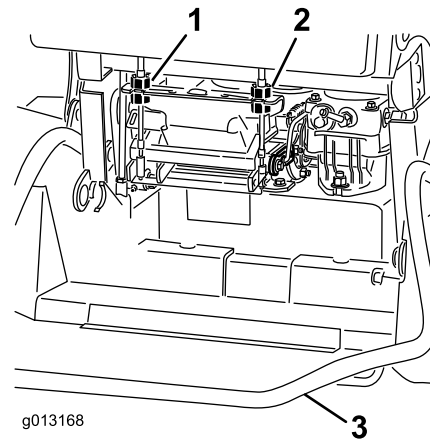

Figura 57
4. Gire la rueda de ajuste del cable derecho hasta que la palanca de control de movimiento derecha quede posicionado en el centro de la ranura de bloqueo/punto muerto del panel de control. Luego, gire el ajuste del cable izquierdo hasta que la velocidad de la rueda izquierda coincida con la velocidad de la rueda derecha establecida anteriormente. (Figura 57).